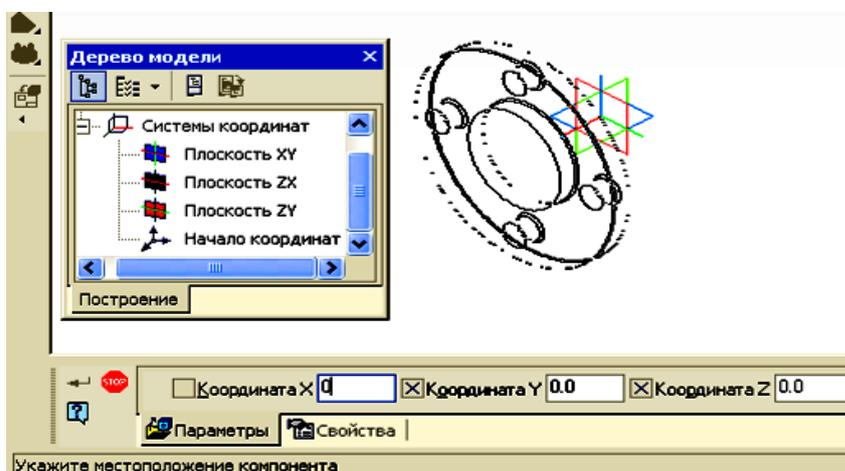

Рис. 3.71. Вставка в сборку детали «Фланец»
Точка вставки на панели Свойств (рис. 3.71): рекомендуемые координаты точки вставки детали «Фланец»:  $X=0$ ;  $Y=0$ ;  $Z=0$ .
2.4.2. Задать точку вставки. Принять координаты вставки для осей координат:  $Y=0$ ;  $Z=0$ . Координату  $X$  можно задать на панели Свойств или вставить деталь «Крышка» произвольно на экране, а затем переместить ее в нужное место (см. рис. 3.71). Команды Перемещения расположены в меню Сервис, а кнопки для их вызова – на панели Редактирование сборки. Можно включить контроль соударения, когда возможность перемещения детали только до «соприкосновения» с другим компонентом будет контролироваться подсветкой граней при соударении или звуковым сигналом при столкновении.